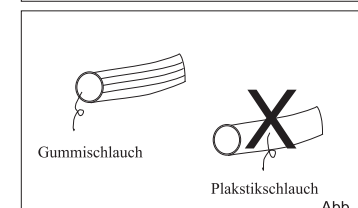

Abb. 4
• Benutzen Sie nur den Gummischlauch. Anwendung eines Plastikschauches kann gefährlich sein (Abb.4)